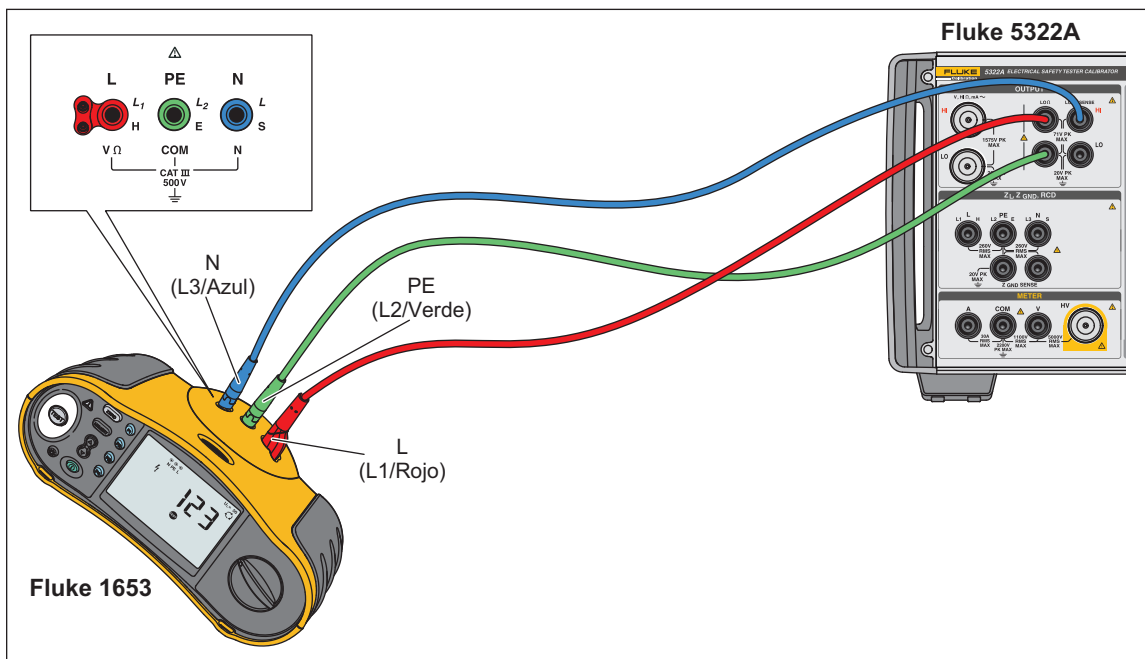

Figura 31. Conexiones de la calibración de resistencia de tierra
2. Con la ayuda de la figura 31 como referencia, conecte el DUT a los terminales **LO Ω HI** y **LO**, así como al terminal **LO Ω Sense HI**.